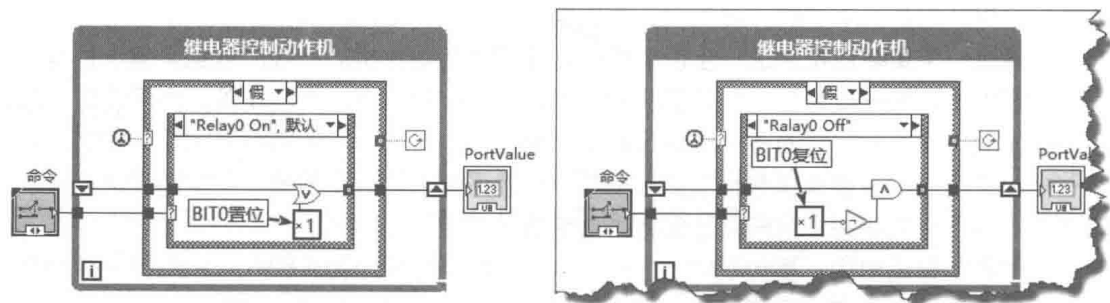

图 10-17 Relay0 置位与复位操作
step 4 编写置位、复位操作程序。这里以 Relay0 为例，其他分支依次类推。具体的程序框图如图 10-17 所示。